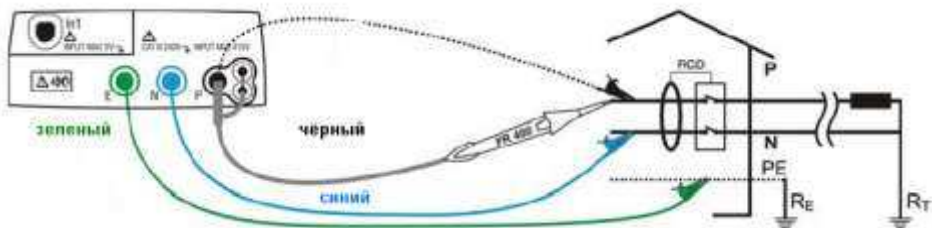

Рис. 5: Прибор подключен к сети при помощи отдельных измерительных проводов и опционального щупа-пробника PR400
3. Подключите зеленый, синий и черный наконечники измерительного 3-х проводного кабеля-переходника (shuko cable) соответственно к входным гнездам прибора **E, N** и **P**. В качестве альтернативного варианта подключения к тестируемой цепи, используйте отдельные измерительные провода аналогичной цветовой маркировки с зажимами «крокодил» для трехточечной схемы подсоединения. Кроме того, возможно для подключения и тестирования использовать щуп-пробник для удаленного запуска теста **PR 400 (опция)** путем соединения с гнездом **P** прибора одного из штекеров многополюсного соединителя. Данные схемы подключения изображены на рис. 4 и рис.5